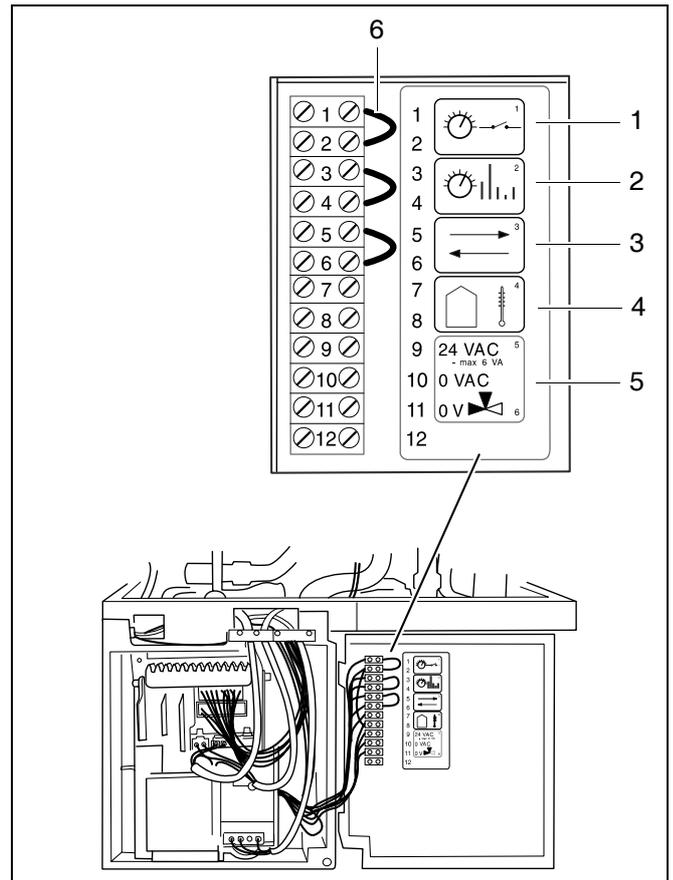

Fig. 12 Collegamento dell'apparecchio di regolazione
- Rimuovere i ponti non conduttori (fig. 12, pos. 6) e collegare l'apparecchio di regolazione alla morsettieria come indicato dallo schema elettrico.
Se la caldaia viene messa in funzione provvisoriamente senza regolazione, sostituire il ponte non conduttore (fig. 12, pos. 6) del morsetto 1 – 2 con un ponte conduttore, regolare la temperatura di mandata e la potenza termica desiderata sull'Automatismo Universale del Bruciatore.